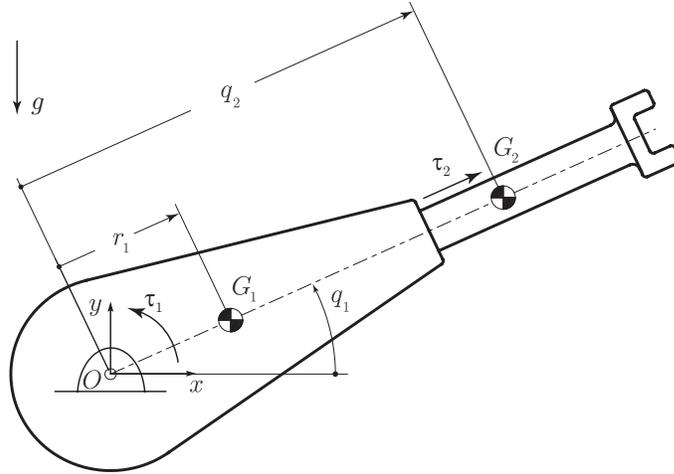

Figura 1: Manipolatore RP.
- 1) La Figura 1 mostra un braccio seriale costituito da un giunto R e da un giunto P. La configurazione del robot è descritta da $\mathbf{q} = [q_1 \ q_2]^T$, con $q_2 > 0$. Le forze generalizzate sono descritte dal vettore $\boldsymbol{\tau} = [\tau_1 \ \tau_2]^T$. Siano G_1 e G_2 i baricentri dei due link. Si indichino inoltre con m_i ed I_i , ($i = 1, 2$), rispettivamente, la massa ed il momento d'inerzia rispetto all'asse uscente dal foglio di ciascun link.